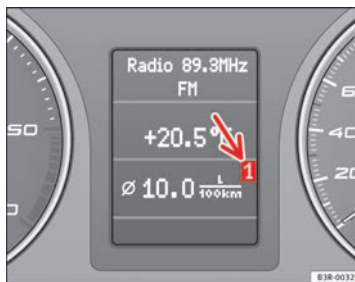

Abb. 59 Bordcomputer: Speicherebene 1
Welche Speicherebene gerade im Display angezeigt wird, können Sie anhand der dargestellten Nummer ⇒ Abb. 59 erkennen. Die Daten des Einzelfahrt-Speichers (Bordcomputer 1) werden angezeigt, wenn im Display eine 1 erscheint. Erscheint eine 2, werden die Daten des Gesamtfahrt-Speichers (Bordcomputer 2) angezeigt.
- Die Reset-Taste **B** so lange antippen, bis der Bordcomputer (Speicherebene 1 oder 2) im Display ⇒ Abb. 59 erscheint.